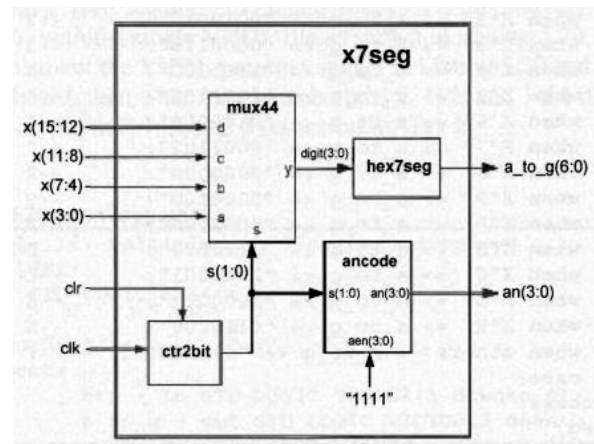

Figura 3
2. Se crearan varios procesos para lograr la multiplexación tanto de los datos que se quieren visualizar (**mux44**), así mismo de controlar la saturación de los transistores de los displays (**ancode**). Las líneas que decidirán este cambio de un display a otro provienen de un proceso divisor de frecuencia (**clockdiv**) que dará una señal de reloj con una frecuencia más baja para poder visualizar distintos dígitos en los displays según la **Figura 3**.